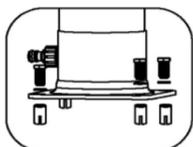

Bild 1
2. Befestigen Sie die Duschplatte mit den vier beiliegenden Schrauben auf einer Stein- oder Holzplatte. Die Benutzung eines Schraubenschlüssels wird empfohlen (Bild 1).